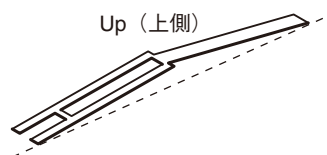

Fig. 31 (図 31)
* **Be careful of the direction of the spring. It should be installed with its projecting end facing upward. (Fig. 31)**
※ スプリングの向きに注意してください。スプリングは、図 31 のように上側が凸になるように取り付けます。